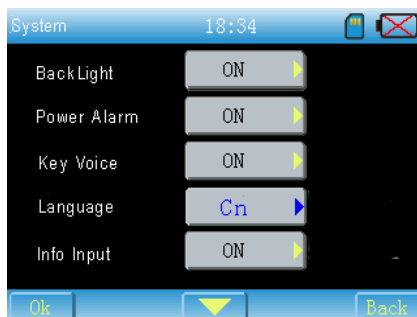
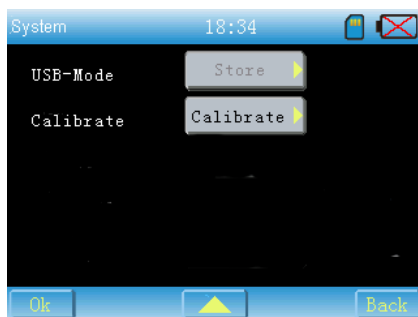

Fig. 7-9
Fig. 7-10
La interfaz se muestra como en las Fig.7-9, Fig.7-10
(1) este elemento está inhabilitado cuando el USB no está conectado como se muestra en la Fig.7-10.
(2) este elemento se habilita cuando el USB está conectado. Se puede seleccionar "Almacenar" o "Sincronizar".